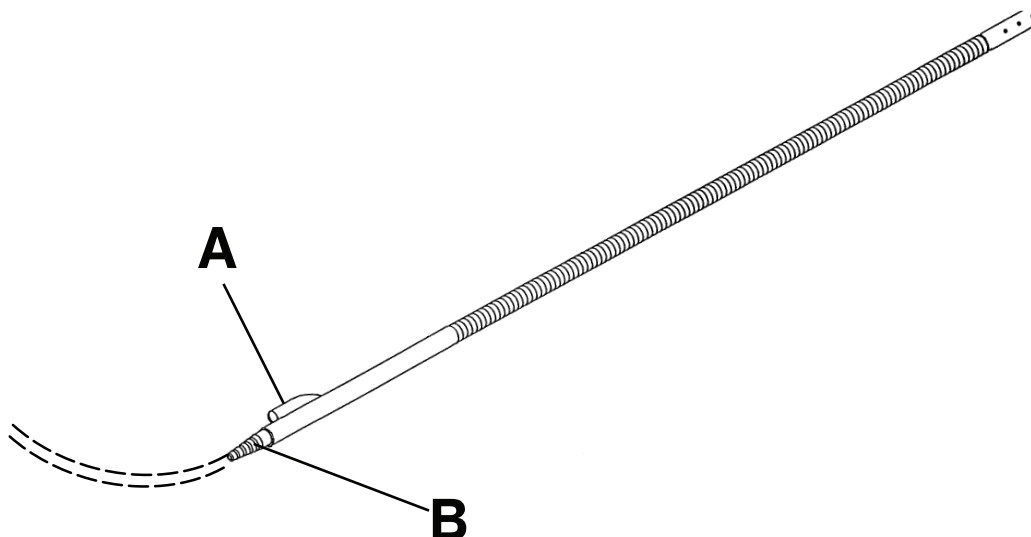

Figura 9 – Tubo di erogazione d'aria
1. Inserire la linguetta di montaggio (A) nel foro dell'asta portaflebo sul lato testa del prodotto.
2. Inserire il tubo di erogazione dell'aria nell'apposito attacco (B) (Figura 9).